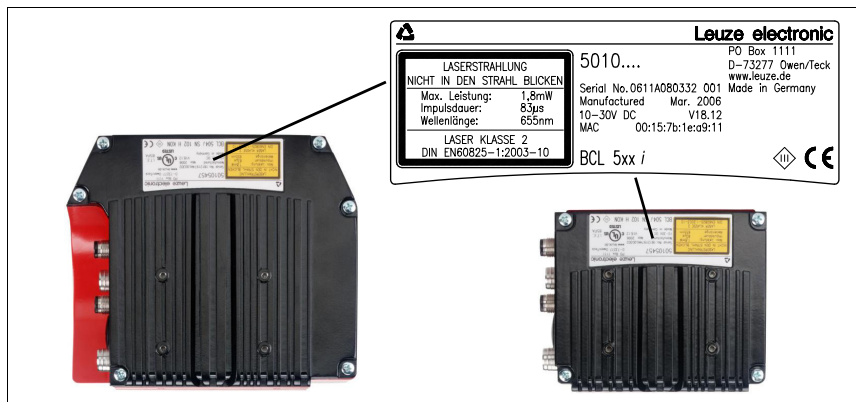

Figura 6.1: Placa de características del equipo BCL 504*i*
- Escáner con espejo orientable y espejo de desvío **perpendicular** a la **parte inferior de la carcasa**. Las partes inferiores de la carcasa son en cada caso las superficies negras de la figura 6.1. Se obtendrán los mejores resultados en la lectura cuando: